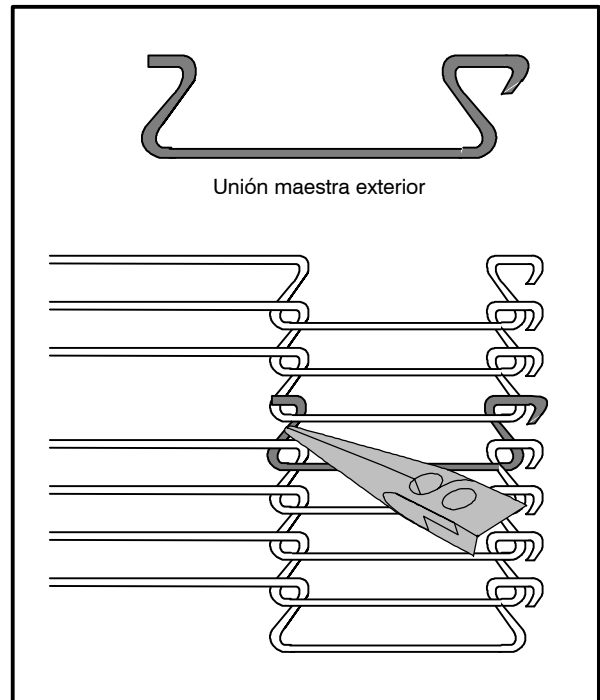

Figura 11
7. Instale las uniones maestras exteriores de unión, que terminan de conectar los dos extremos de la banda. Véase la Figura 11